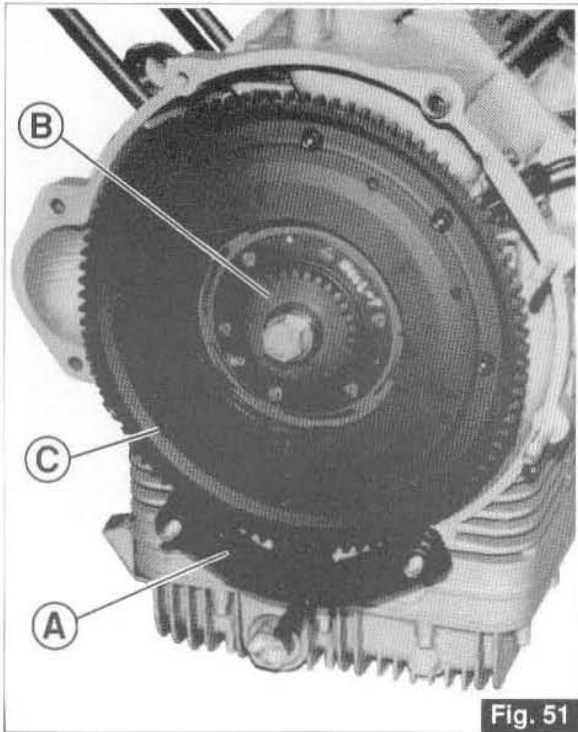

Fig. 51
- Appliquez au volant moteur l'outil de blocage «A» (code 12 91 18 01) et l'outil «B» (code 30 90 65 10) pour la compression des ressorts d'embrayage (Fig. 51).
- Desserrer les huit vis de fixation «C» de la couronne montée sur le volant moteur (Fig. 51).
- Auf das Schwungrad des Motors das Feststellwerkzeug «A» (Kennr. 12 91 18 01) und das Werkzeug «B» (Kennr. 30 90 65 10) für die Kompression der Kupplungsfedern (Abb. 51) anbringen.
- Die acht Befestigungsschrauben «C» der auf das Motorradschwungrad (Abb. 51) montierten Krone lockern.